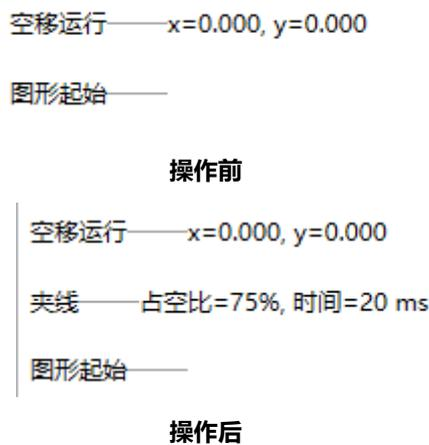

图 5.10.5a 整图起始指令集操作示意
③添加完所有指令之后，如果有需要删改的，改变参数只需双击指令段即可弹出参数设置框。需要删除指令，只需选中指令段，点击删除按键即可。需要移动指令段，只需选中指令后，点击“↑”“↓”按键即可对指令段进行向上/下移动。
④最后点击确认，此默认指令集即会被保存，在点击指令处理之后，在整图起始的位置会默认加入这些指令。操作示意如下图 5.10.5a 所示。